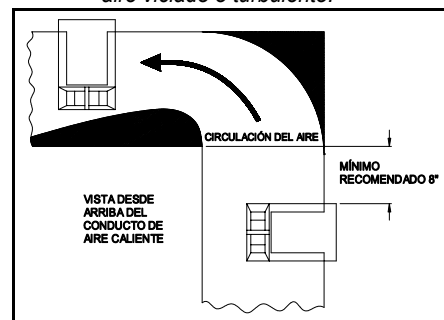
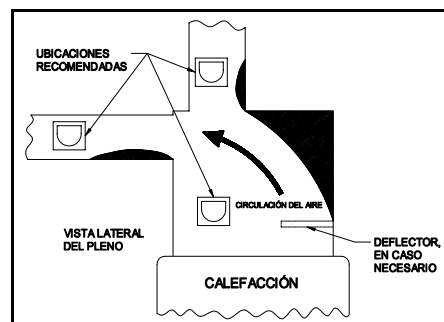

Figura 1
Figura 2
Para sugerencias sobre la ubicación del humidificador, consulte las Figura 1 y Figura 2. No lo instale en un espacio con aire viciado ni turbulento.
1. En las instalaciones en donde se usa más de un humidificador, no los coloque de manera que obstruyan la circulación de aire de los otros aparatos. Ubique el humidificador lo más cerca posible a una tubería de agua existente. (NO INSTALE SILLAS DE CONEXIÓN en ninguna tubería de salida de ablandadores de agua.) Si la corriente de aire no fuera dirigida correctamente, introduzca un deflector. Ver Figura 2